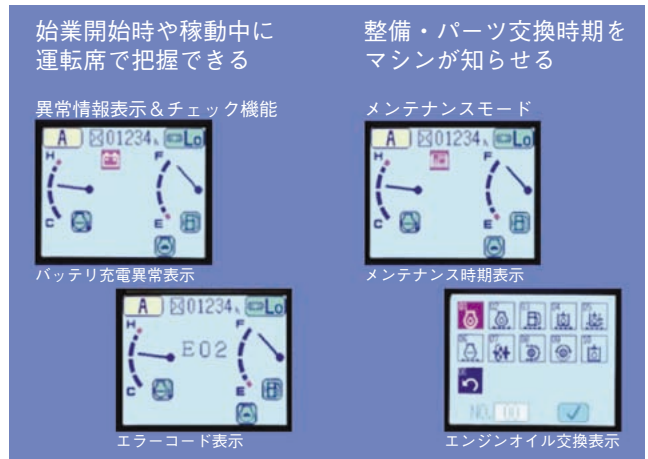

図17 EMMS
- (4) 故障診断の容易化と修理のスピードアップのために、車体の状況を見守る EMMS (Equipment Management Monitoring System) を搭載し、始業点検時や稼働中の異常を後述するマルチモニタに表示してオペレータに知らせ、一度起きた異常・故障は記憶して、整備時には履歴として表示できるようにした。また、エンジンオイル交換時期などのメンテナンス履歴を記憶し、交換時期が近づくとお知らせが表示されるようにした。(図 17)